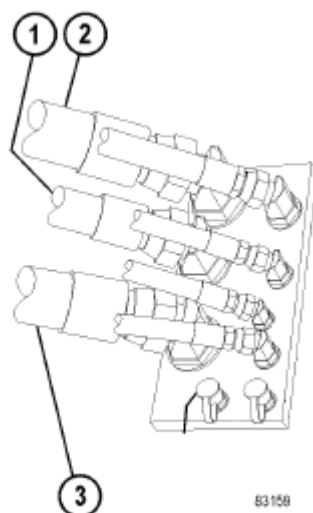
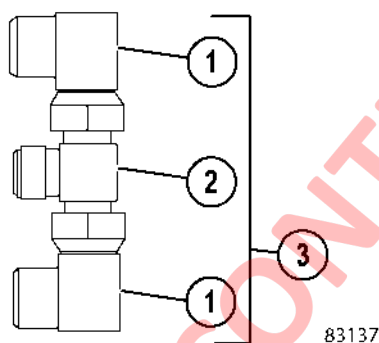

FIGURA 10-5. DUCTOS DE FRENO EJE TRASERO
FIGURA 10-6. CONJUNTO CONECTORES
Herramientas de lavado del sistema hidráulico especial para el camión 930E han sido liberados. Sistema de izaje de derivación bloques (PC3074) y sistema de dirección (XB5777) la manguera de lavado debe ser in situ antes o durante el montaje de campo, así que cuando el camión se inicia por primera vez, el sistema hidráulico puede limpiarse con agua y suciedad puede eliminarse del sistema hidráulico. Montaje (XB7075) se muestra como (3, figura 10-6) también será necesario.
10. En la carcasa del eje trasero, conecte los ductos de enfriamiento de freno (Figura 10-5 1, 2 & 3,) mediante los conectores (3, figura 10-6). Tape los tres conectores abiertos en la caja del eje con tapas limpias. Varias abrazaderas de manguera pueden necesitar ser removidas para conectar las mangueras a los conectores.